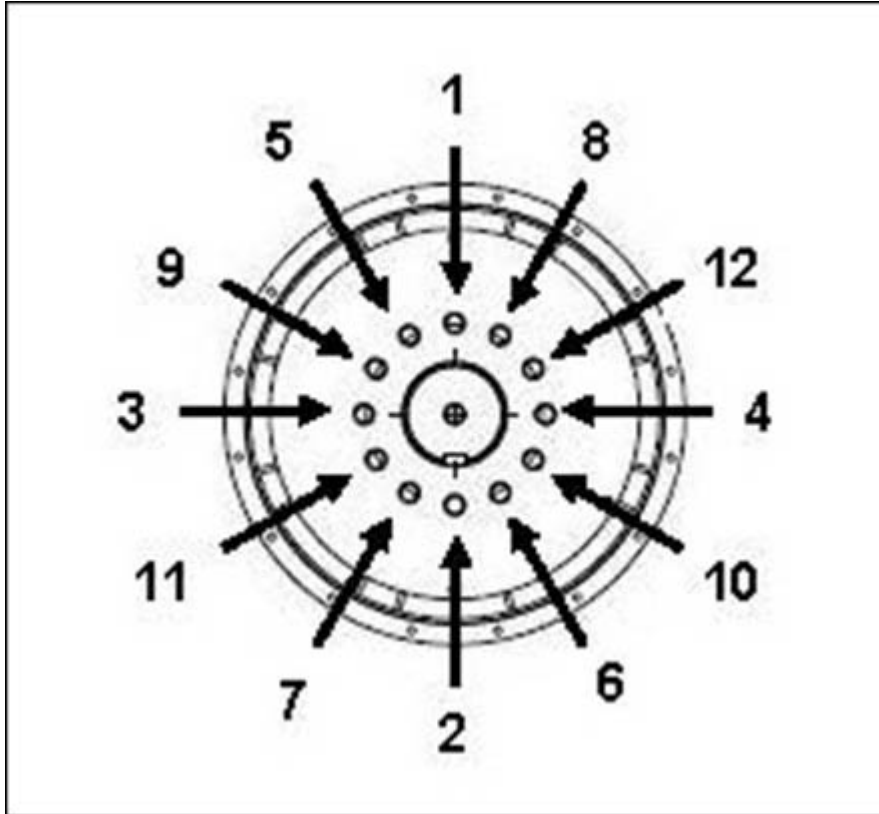

FIGURE 22. SÉQUENCE DE FIXATION AU MOYEU
4. Serrer les vis du disque d'accouplement, le cas échéant, dans l'ordre indiqué sous Figure 22 à la page 42.